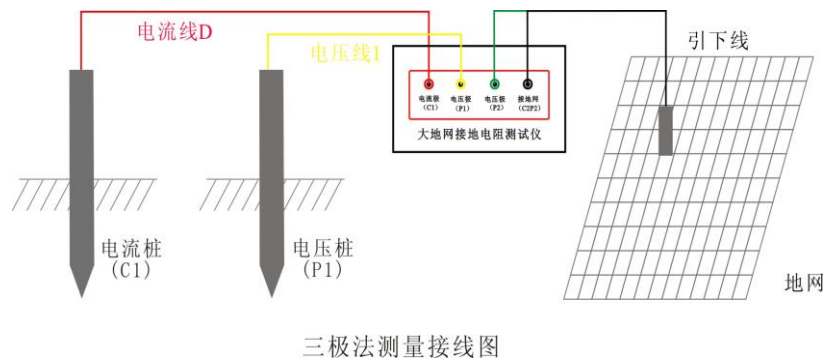
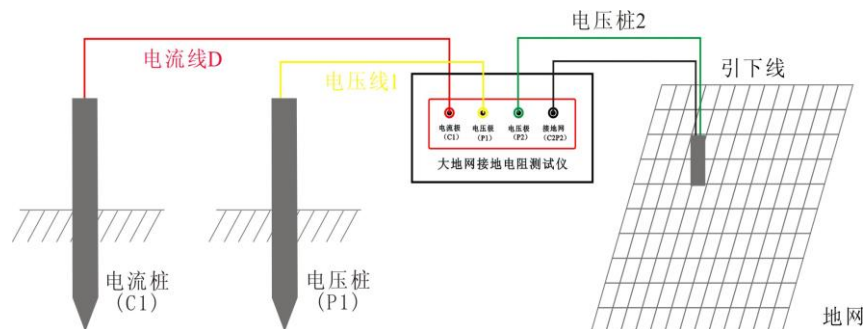

图 3 三极法测量接线图
图 4 四极法测量接线图
- 3、电流测试线和电压测试线按规定的长度将一端与仪器相接后平行放出。另一端分别接在两个地桩上（如图 3 或图 4 所示）。